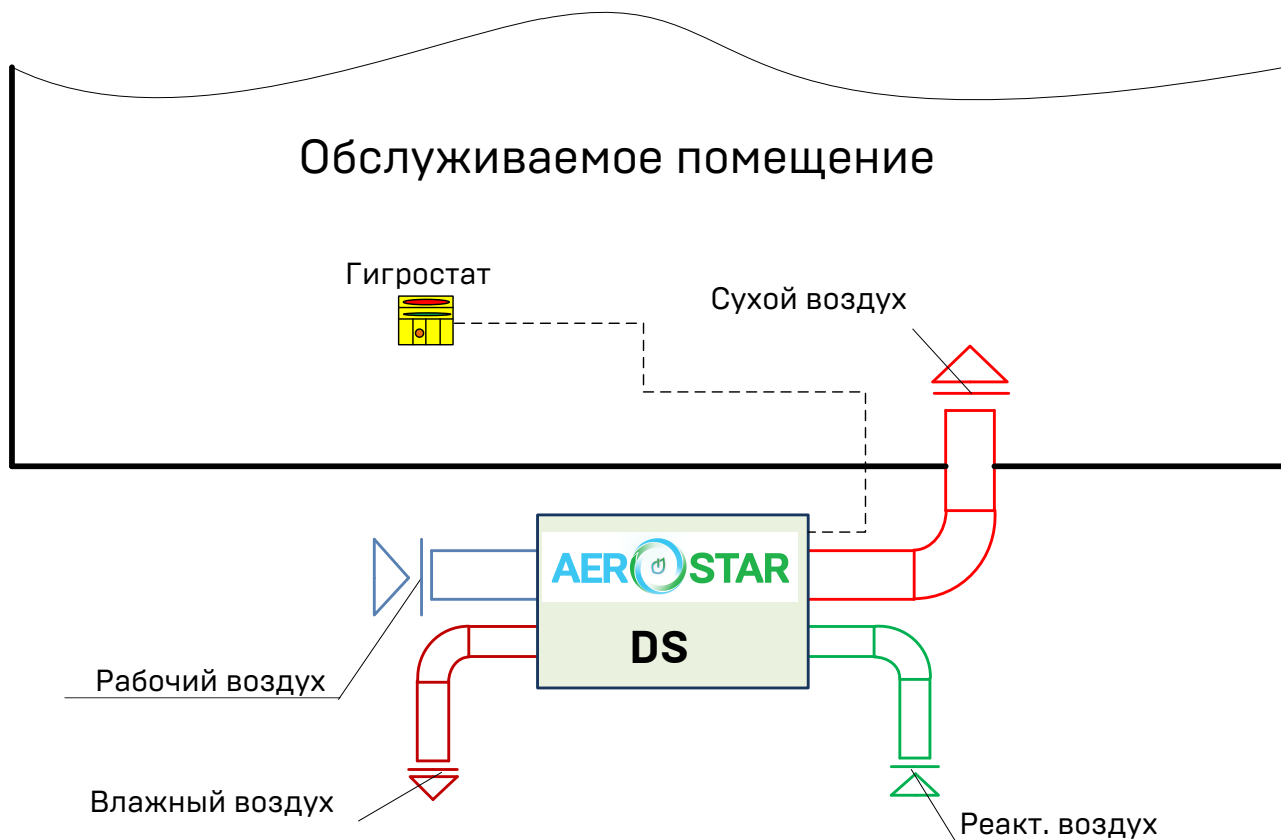

Рисунок 4.4 – Работа осушителя по «открытой» схеме (наружное исполнение)
- ✓ работа осушителя по «открытой» схеме (наружное исполнение) – см. рисунок 4.4;